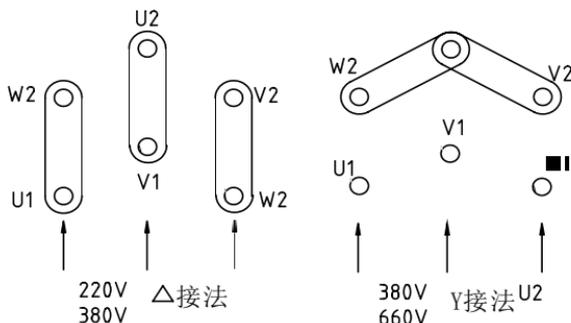

图4 接线指示图
**7.3.3** 六端子接线盒通过连接片改变接法，可适应两种不同电压需要（见图4），有两个进线口可引入两根多芯电缆的接线盒，当引入一根多芯电缆只使用一个进线口时，另一进线口的 2mm 厚金属垫片不得拿掉，否则将失去隔爆性能。